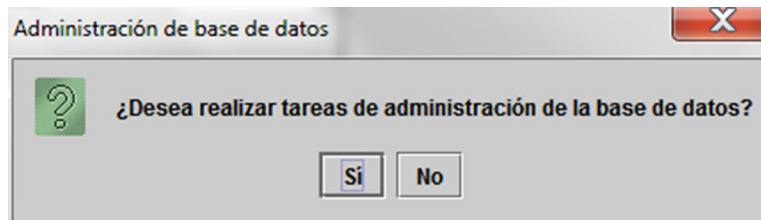
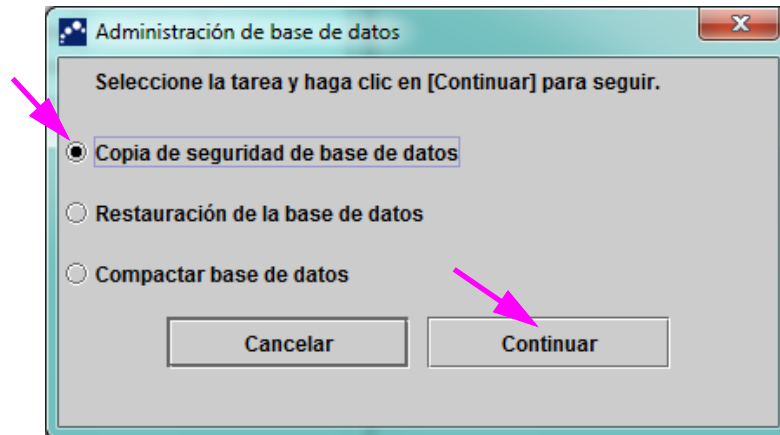

Figura 5-8. Cuadro de diálogo Administración de base de datos
Figura 5-9. Cuadro de diálogo Administración de base de datos
1. Si no está seleccionada la casilla **Recordatorios de administración de la base de datos** en el cuadro de diálogo Configuración del sistema (consulte la figura 2-77), el cuadro de diálogo Administración de base de datos (consulte la figura 5-8) no se mostrará y no será necesario realizar ninguna acción relacionada con la base de datos. El software continuará cargándose y puede ir al Apartado 5.2.3.2 para continuar con la secuencia de inicio.
2. Si está seleccionada la casilla **Recordatorios de administración de la base de datos** en el cuadro de diálogo Configuración del sistema (consulte la figura 2-77), el cuadro de diálogo Administración de base de datos (consulte la figura 5-8) se mostrará sobre la ventana GeneXpert Dx System, con un mensaje que le presunta si desea realizar las tareas de administración de base de datos.
- A. Si hace clic en **No** en el cuadro de diálogo Administración de base de datos (consulte la figura 5-8), el software del GeneXpert Dx se continúa cargando y puede pasar al Apartado 5.2.3.2.
- B. Si hace clic en **Sí** en el cuadro de diálogo Administración de base de datos (consulte la figura 5-8), se le pedirá que seleccione la tarea que se ejecutará (consulte la figura 5-9).
Según los privilegios del usuario, es posible que no se muestren todas o algunas de las cuatro opciones en el cuadro de diálogo Administración de base de datos. Consulte la figura 5-9.
4. Haga clic en el botón **Continuar** (consulte la figura 5-9) para realizar la tarea de administración de base de datos que desee.